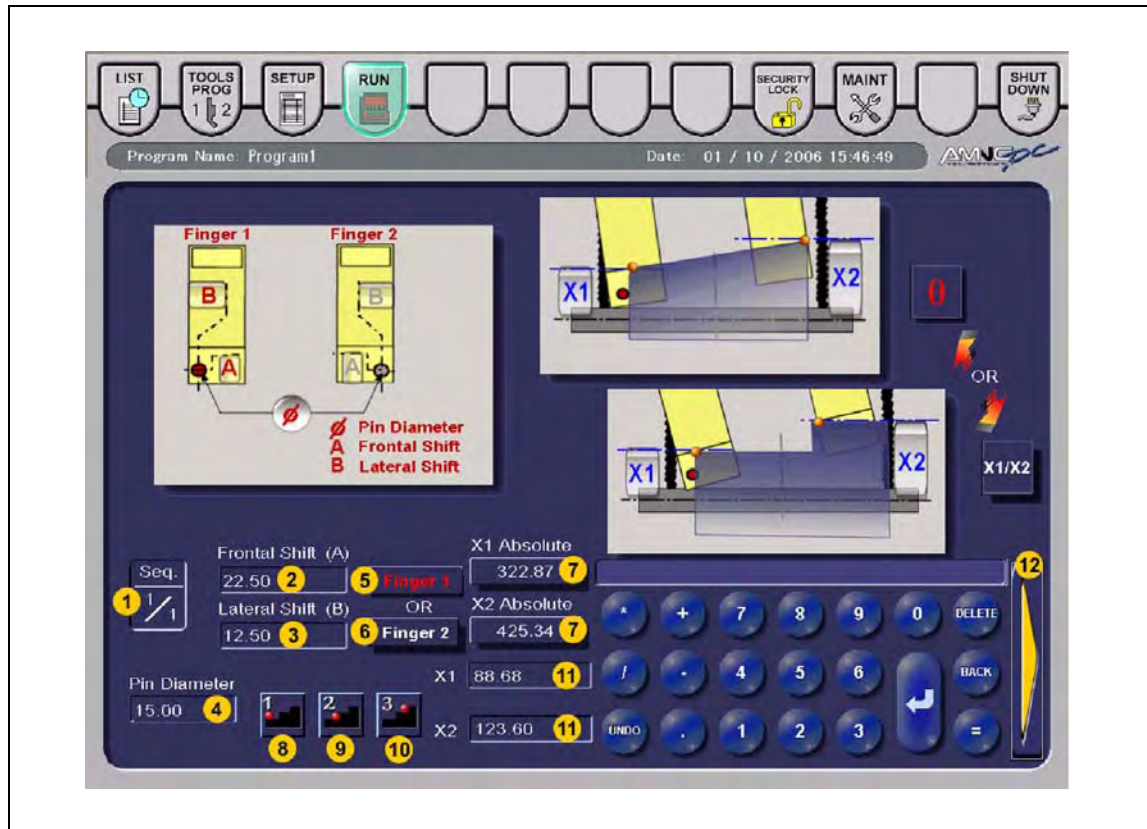

Abb. 6-94 „Hinteranschlag“-Display 3
- 4 Anzeigefeld „Pin Diameter“ (Durchmesser des Stiftes) (Abb. 6-94, Seite 6-134)**
- 5 Bedienfeld „Finger 1“ (Stift an linkem Hinteranschlagfinger) (Abb. 6-94, Seite 6-134)**
- 6 Bedienfeld „Finger 2“ (Stift an rechtem Hinteranschlagfinger) (Abb. 6-94, Seite 6-134)**
- 7 Anzeigefelder „X1 / X2 Abs.“ (X- Absolutwerte) (Abb. 6-94, Seite 6-134)**
- 8 Bedienfeld „1“ (Stopperposition 1) (Abb. 6-94, Seite 6-134)**
- 9 Bedienfeld „2“ (Stopperposition 2) (Abb. 6-94, Seite 6-134)**
- 10 Bedienfeld „3“ (Stopperposition 3) (Abb. 6-94, Seite 6-134)**
- 11 Anzeigefelder „X1 / X2“ (X-Werte) (Abb. 6-94, Seite 6-134)**
- 12 Bedienfeld „EXIT“ (Display verlassen) (Abb. 6-94, Seite 6-134)**